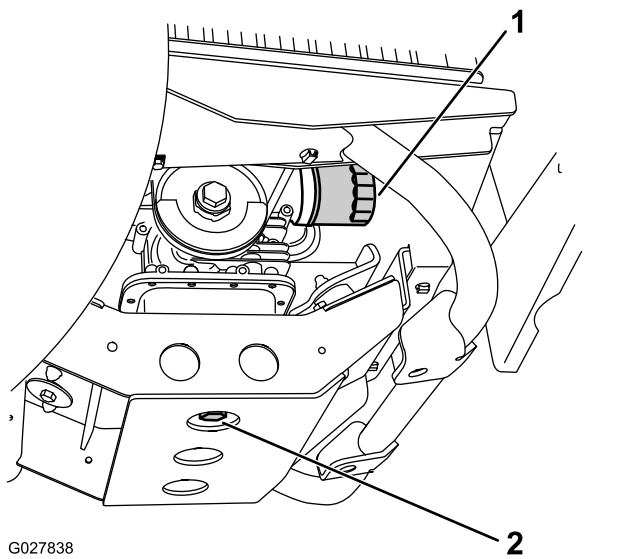

図 37
5. ドレンプラグの下に、容量1.6リットル以上の大きさのオイル受け容器をおく 図 37。
6. ドレンプラグを抜く(図 37)。
7. ドレンプラグとシール(図 37)を元通りに取り付け、 $45.53\text{N}\cdot\text{m}$ $4.65.4\text{kg}\cdot\text{m} = 33.39\text{ft}\cdot\text{lb}$ にトルク締めする。
2. 既存のオイルフィルタを外す(図 37)。
4. ガスケットが取り付けプレートに当たるまで手で回して取り付け、そこから更に $\frac{1}{2}$ - $\frac{3}{4}$ 回転増し締めする(図 37)。